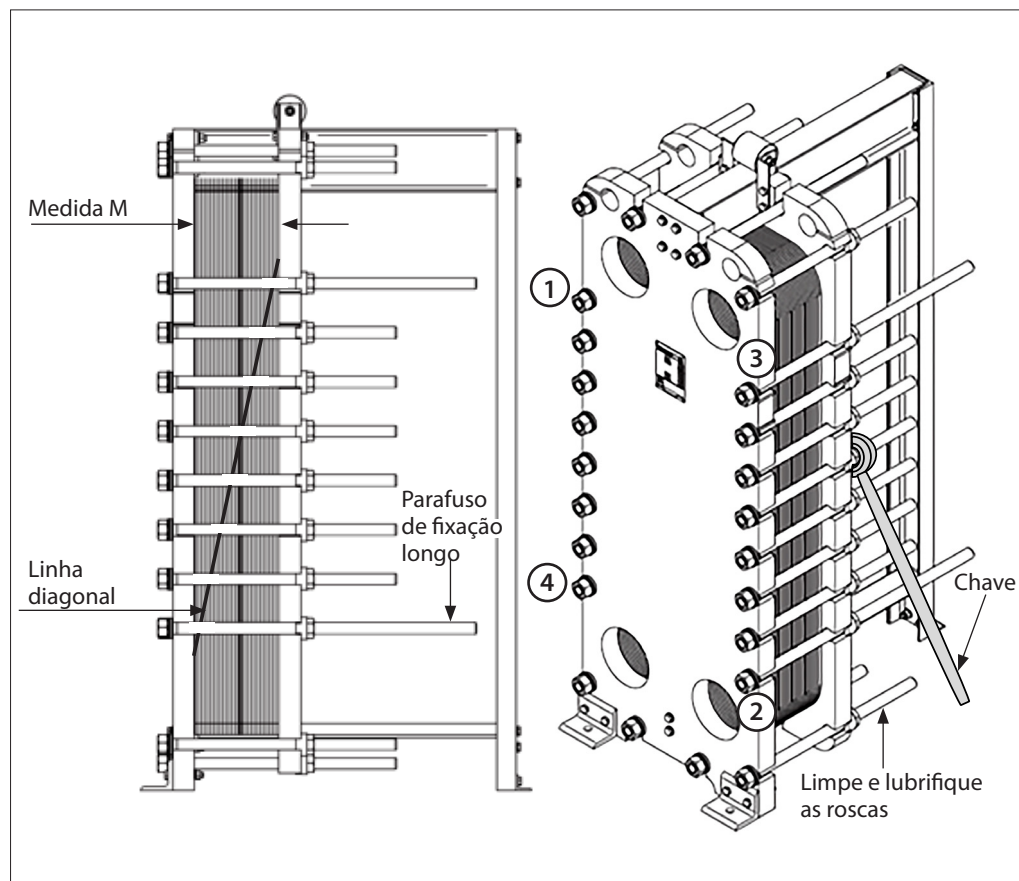

Fig. 14. Fechando o trocador de calor por placas Nota: A medida M nunca deve ser menor que a medida M mínima (consultar a placa de identificação)
- Instalar os parafusos longos de fixação e apertar sempre na mesma ordem de numeração 1, 2, 3, 4 (fig. 14) até que se note resistência, ou seja, o seguidor deve possuir um movimento de fechamento em paralelo